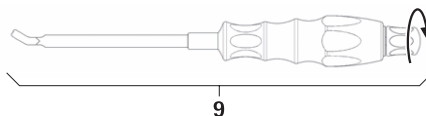

Fig. 14
- Montare lo strumento inseritore per barre **9**, vedere Fig. 14.